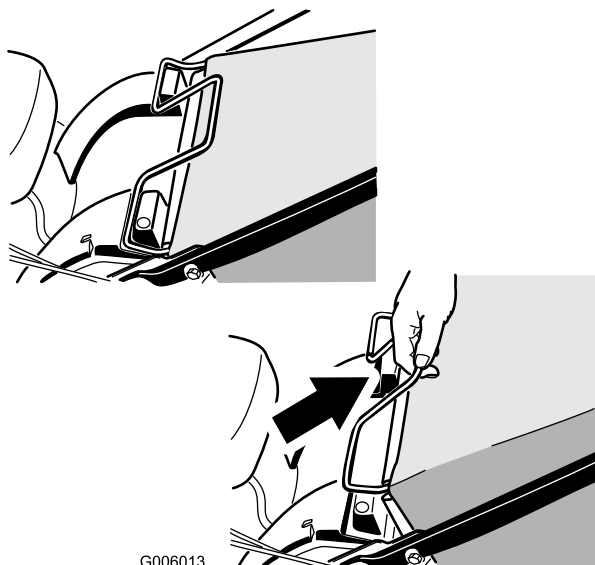

Figure 30
1. Soulevez le bac à herbe par la poignée pour le dégager des rainures en haut de la tondeuse, ce qui permettra de le retirer (Figure 30).